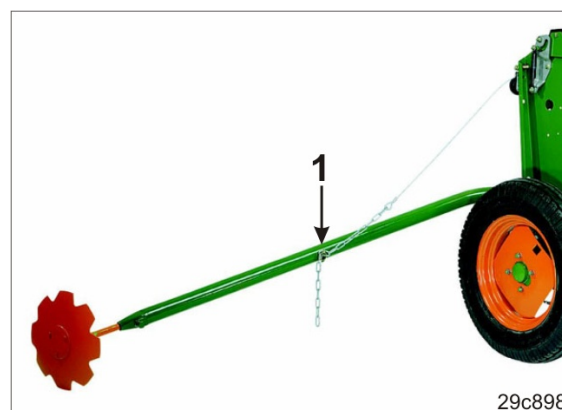

Рис. 151
6. Зафиксируйте цепь шплинтом с кольцом (Рис. 151/1).